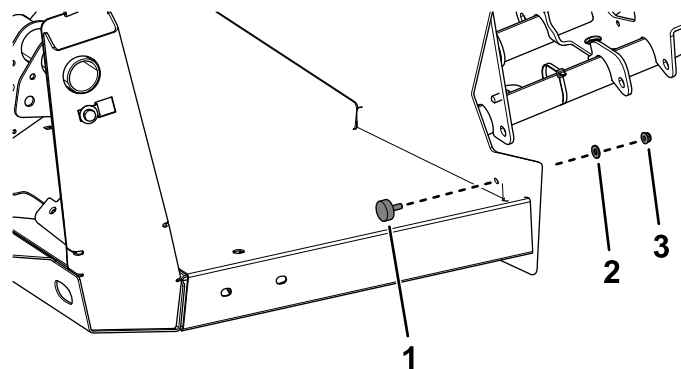

Figure 24
5. Montez une butée en caoutchouc avec une rondelle et un écrou à embase (1/4") de chaque côté (Figure 24).